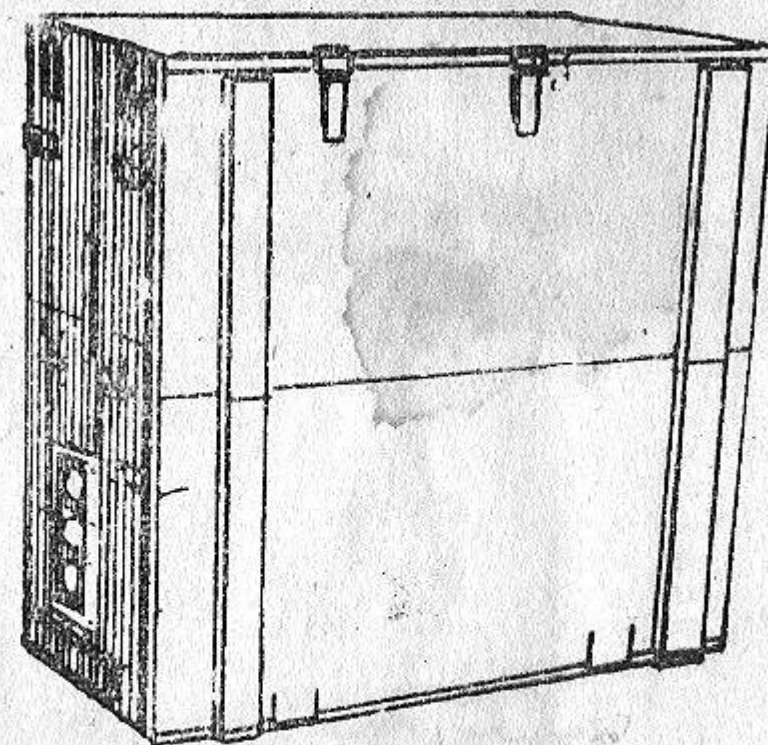

Рис. 2.
6.1. Головка швейной машины монтируется в деревянном походном столе, который в закрытом виде имеет форму ящика (рис. 2).